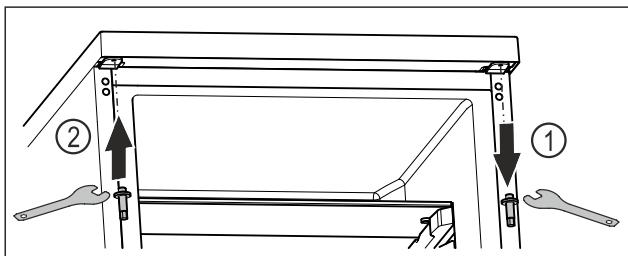

Fig. 19
- Vyskrutkujte čap vonkajším kľúčom na šesthrannú maticu. Fig. 19 (1)
- Zaskrutkujte čap na opačnú stranu vonkajším kľúčom na šesthrannú maticu. Fig. 19 (2)